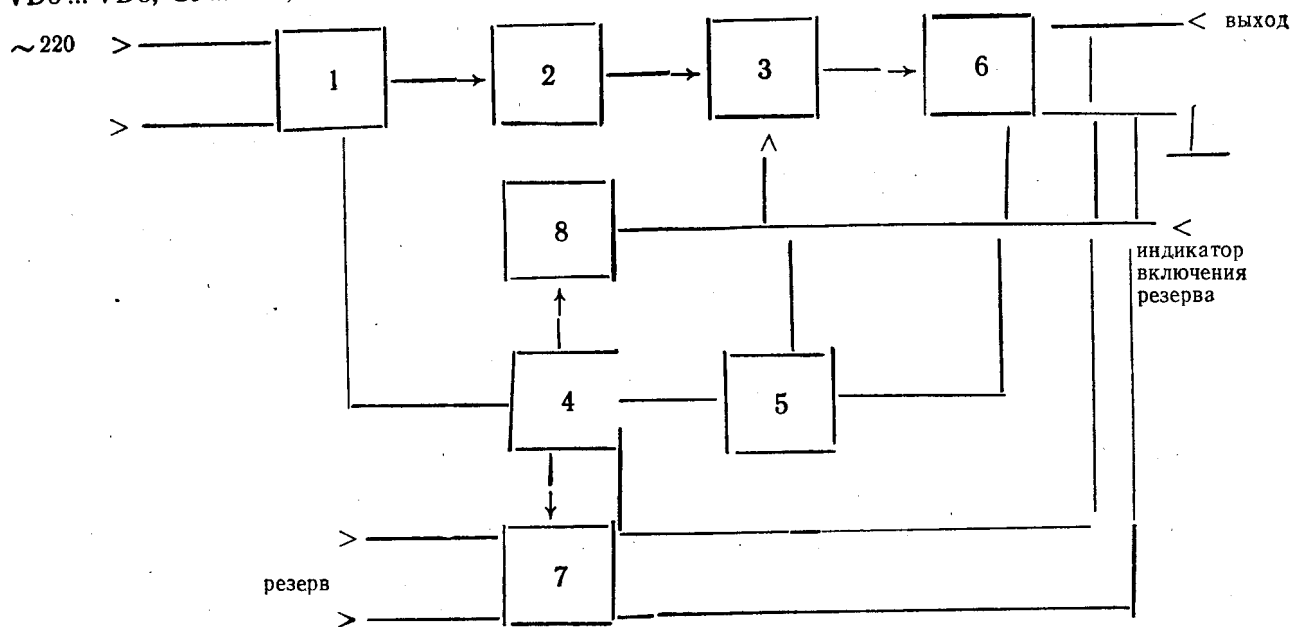

Рис. 1
6.5.1. Блок состоит из следующих функциональных частей (см. рис. 1):